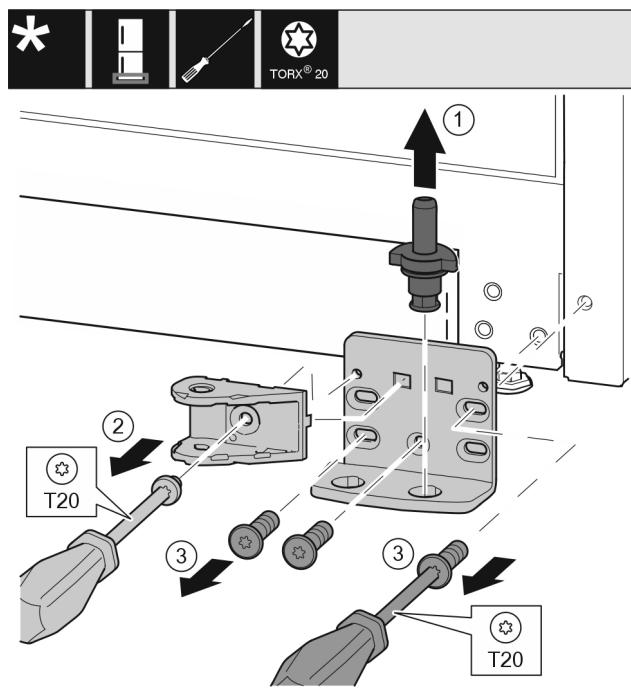

Fig. 35 \*
- Ložiskový čep Fig. 35 (1) celý vytáhněte nahoru.\*
- Šroubovákem vyšroubujte šrouby Fig. 35 (2) a sejměte spojení tlumiče zavírání.\*
- Šroubovákem vyšroubujte šrouby Fig. 35 (3) a sejměte stojan ložiska.\*